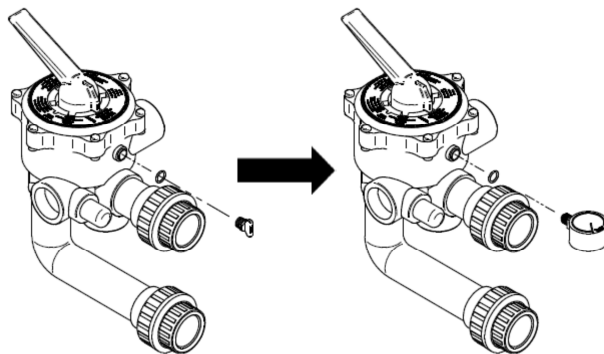

Fig. 19
5. Entfernen Sie die *multifunktionelles ventil* verschraubung, wenden Sie etwas gelieferten Teflon um das Manometergewinde an und schrauben Sie dann das Manometer mit einem Schlüssel mit keiner Stärke auf dem Plastikkasten (Fig. 19).